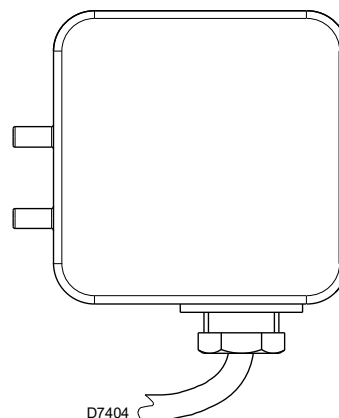

Fig. 26
- Régler le pressostat d'air (Fig. 26) en début d'échelle.
Effectuer le réglage du pressostat air (Fig. 26) après avoir effectué tous les autres réglages du brûleur avec le pressostat air réglé en début d'échelle. Avec le brûleur qui fonctionne à la puissance demandée, tourner la poignée lentement dans le sens des aiguilles d'une montre jusqu'à le blocage du brûleur. Tourner la poignée dans le sens contraire à celui des aiguilles d'une montre d'une valeur correspondant à environ 20% de la valeur établie et contrôler ensuite si le brûleur démarre correctement. Si le brûleur se bloque encore, tourner encore légèrement la poignée dans le sens contraire à celui des aiguilles d'une montre.